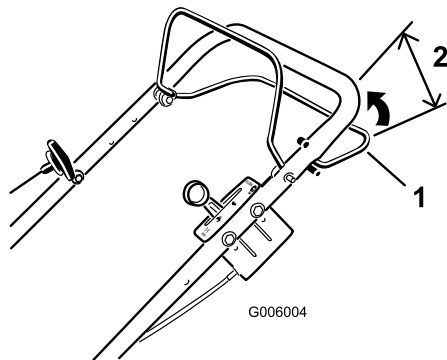
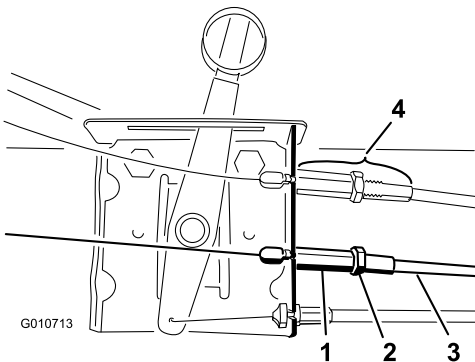

Bild 43
Bild 44
Wenn der Selbstantrieb des Rasenmähers nicht funktioniert oder der Rasenmäher vorwärts kriecht, wenn der Selbstantriebsbügel mehr als 57 mm ist, wenn Sie den Selbstantriebsbügel zum Griff drücken (Bild 43), stellen Sie den Selbstantrieb ein.
1. Lösen Sie die Klemmmutter (Bild 44).
2. Drehen Sie den Kabelmantel in die Kopschraube, um den Abstand zwischen dem Bügel und dem Griff zu erhöhen (oder drehen Sie den Kabelmantel aus der Kopschraube, um den Abstand zu verringern) (Bild 44), bis Sie den richtigen Abstand haben (Bild 43).